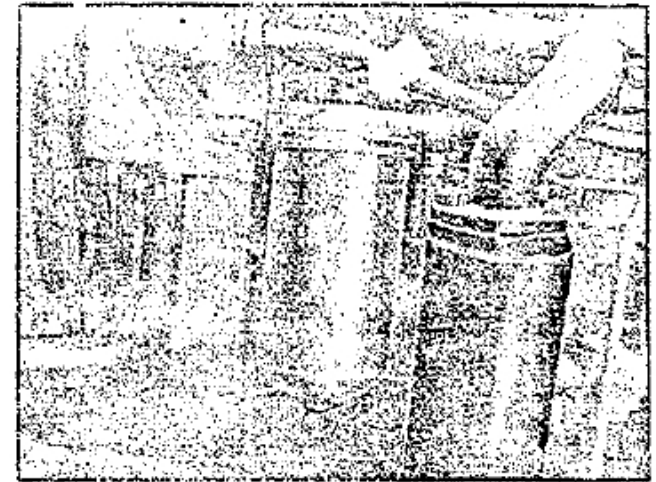

Fig. 43.—Filtro de aceite.
- No olvide que el elemento filtrante del filtro principal no debe limpiarse, sino cambiarse cada 100 horas. Para ello (fig. 43), basta con aflojar la tuerca de la tapa y sujetar el vaso teniendo cuidado con la junta que deberá sustituirse si está deteriorada.